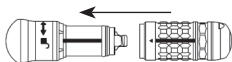

Figura 3
3. Gire el accesorio en la dirección de la flecha de la pieza de mano para alinear la flecha del accesorio con el símbolo de bloqueo (figura 3).